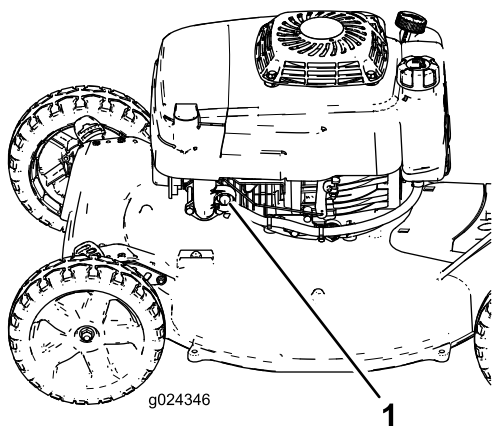

Figura 14
2. Apriete el cebador firmemente (Figura 14), manteniendo presionada la perilla durante un segundo.